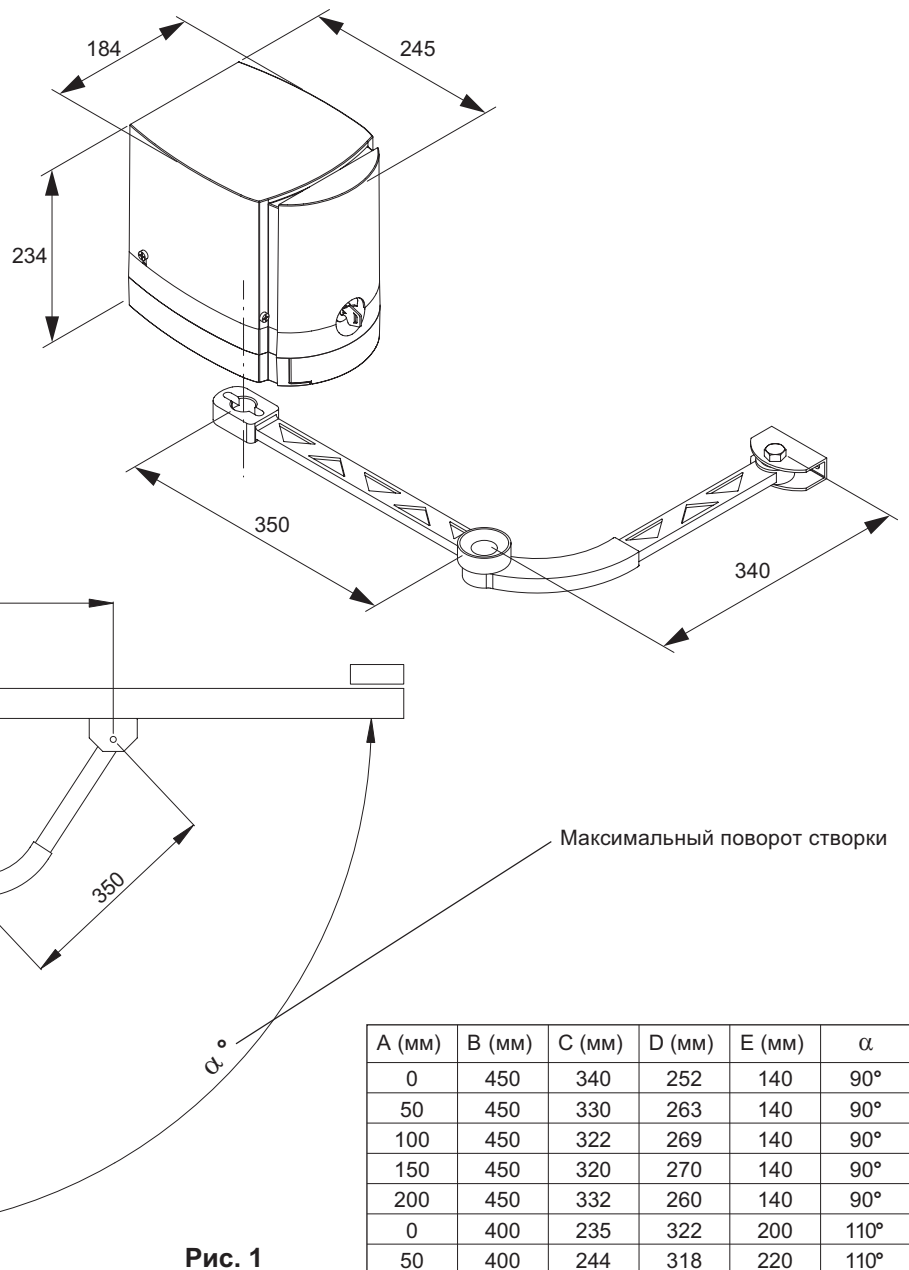

Рис. 1
4. Габариты и пределы применения (Рис. 1)